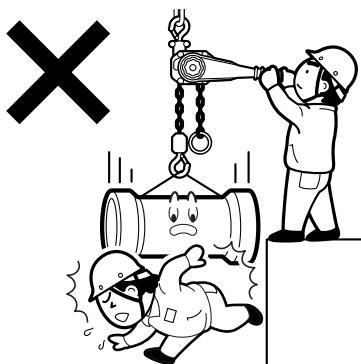

図4
- (6)つり荷の下や、つり荷の動く範囲に入らないでください。また人の頭上を越えて荷を運搬しないでください。図4